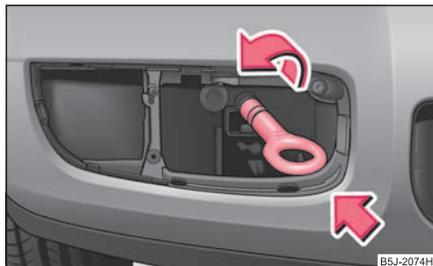

Fig. 197 Paragolpes delantero: montaje de la argolla de remolque
- Enroscar la argolla de remolque a mano girándola hacia la izquierda hasta el tope ⇒ fig. 197.